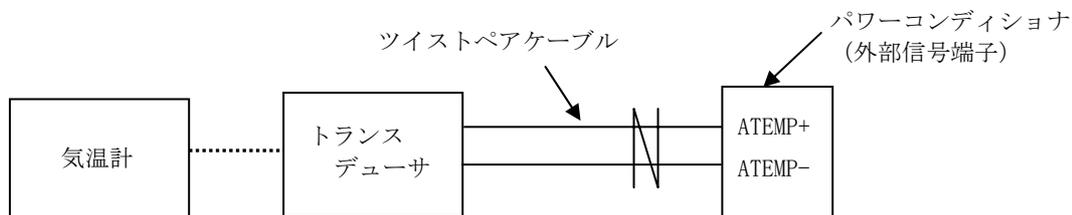

図 2-13 気温計の配線方法
②気温計の配線
- 気温計の信号を信号変換器(トランスデューサ)により信号変換したアナログ信号(DC4 ~ 20mA)配線をパワーコンディショナの外部信号端子台(TB3-2)のATEMP+、ATEMP-に接続してください(図2-13参照)。